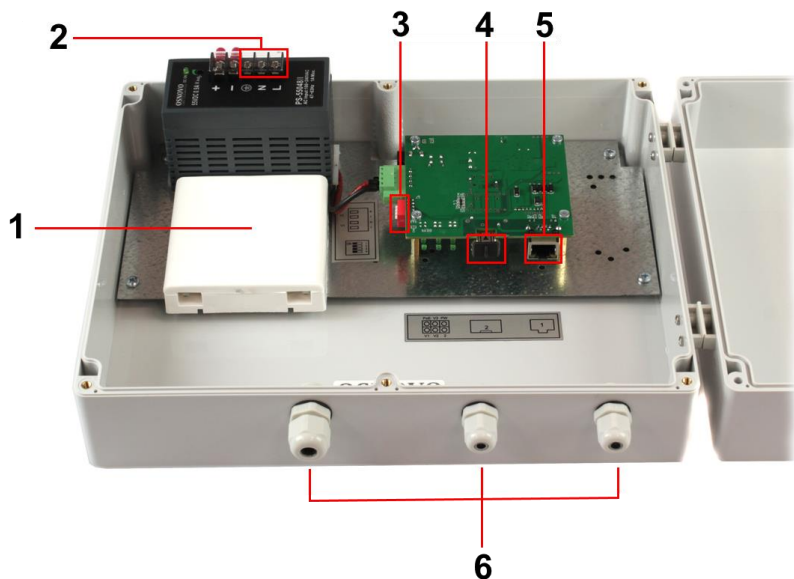

Рис.5 Подключение медиаконвертера ОМС-1000-11НХ/В
2. Вставьте гермовводы в предназначенные для них отверстия в корпусе пластикового бокса (6) Рис.5, закрепите их пластмассовыми гайками с внутренней стороны корпуса.
3. Проденьте кабель витой пары через соответствующее отверстие гермоввода (Ø 3-6мм) снаружи внутрь корпуса (Рис.5).
5. Подключите обжатый разъемом RJ-45 кабель к медиаконвертеру Рис.5 (медный порт, 5) и затяните гермоввод. Для обеспечения защиты
6. Зачистите оптоволоконный кабель на длину 25-30 см, пропустите его в отверстие гермоввода (Ø 3-6мм) Рис.5, затяните резьбу гермоввода так, чтобы кабели жестко фиксировались в зажиме гермоввода.
7. Соблюдая все требования технологии сварки оптоволоконного кабеля, приварите пигтейл (имеются в комплекте) к оптоволоконной жиле кабеля. Уложите оптоволоконный кабель в пазы кросса (1) Рис.5, следя за тем, чтобы диаметр колец не был менее 60 мм. Подключите разъем пигтейла к SFP модулю (*в комплект поставки не входит*) установленному предварительно в SFP слот медиаконвертера (5) Рис.5. Закройте крышку оптического кросса (1) Рис.5.
8. Аналогично пункту 2 протяните обесточенный кабель питания от сети АС 195-265V / 50 Гц внутрь корпуса через соответствующий гермоввод (Ø 4-8мм), подключите кабель питания к клеммам **L** (фаза), **N** (ноль) и  (заземление) блока питания (2) Рис.5. Затяните гермоввод.